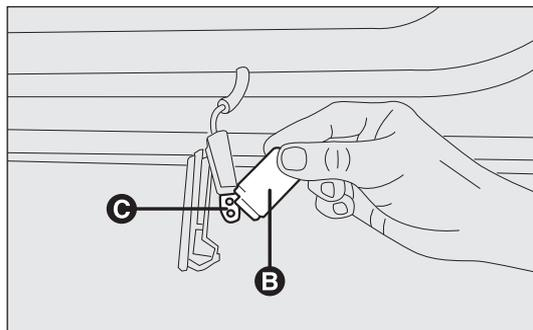

fig. 187
- appuyer latéralement sur l'écran de l'ampoule B-fig. 187 en correspondance des deux pivots de fixation et le tourner ;